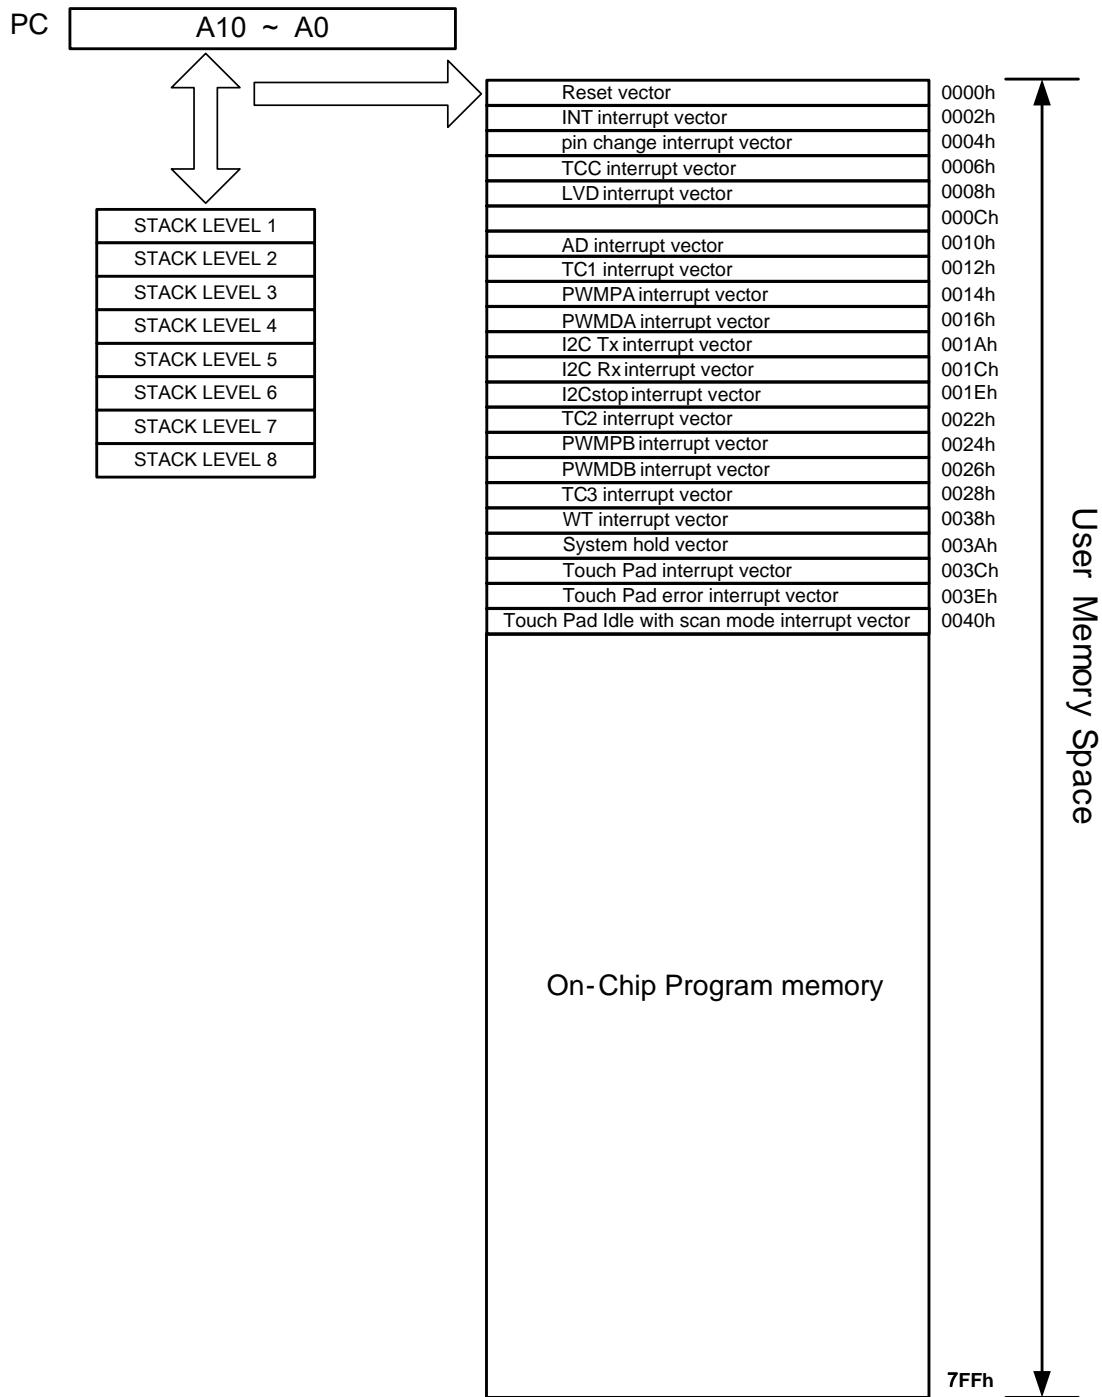

图6-1 程序计数器组织图
- R2 和硬件堆栈是 15 位宽，它的结构于图 6-1 中描述。